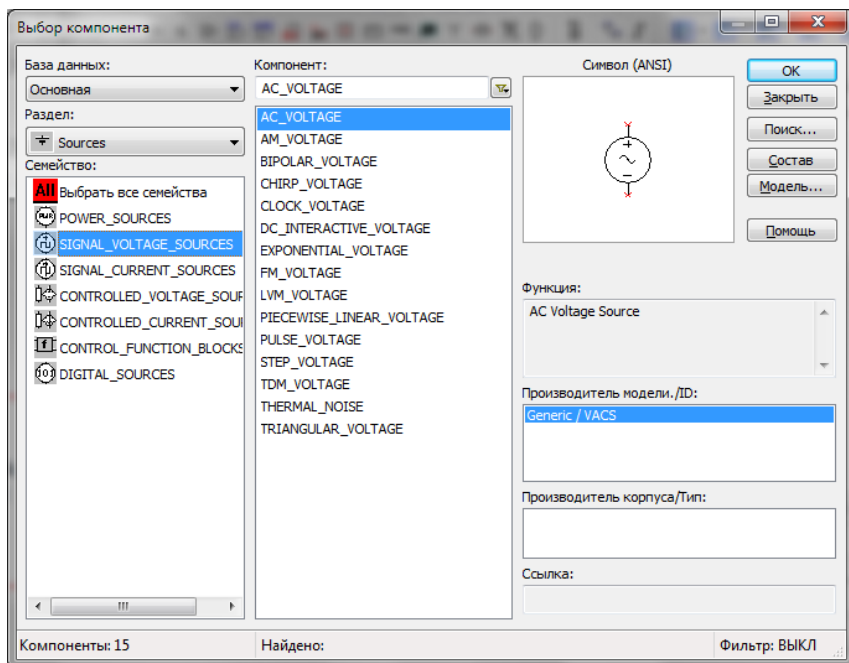

Рис. 2.5.5. Выбор источника переменного напряжения
2. Выберите источник переменного напряжения (рис. 2.5.5).